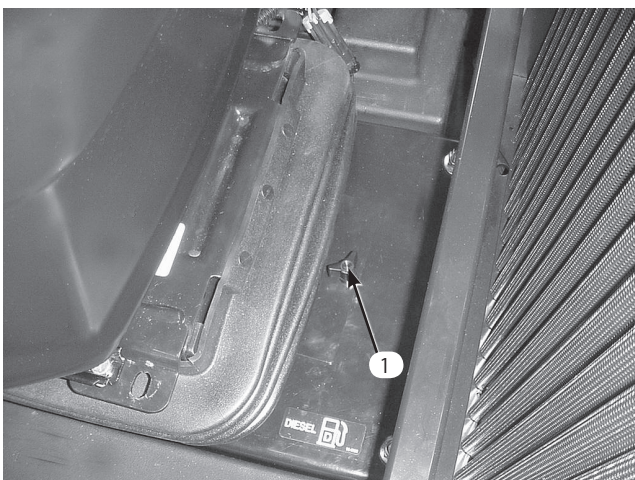

図32
1. 座席プレートについているノブをゆるめてアクセス・カバーを外す(図32)。